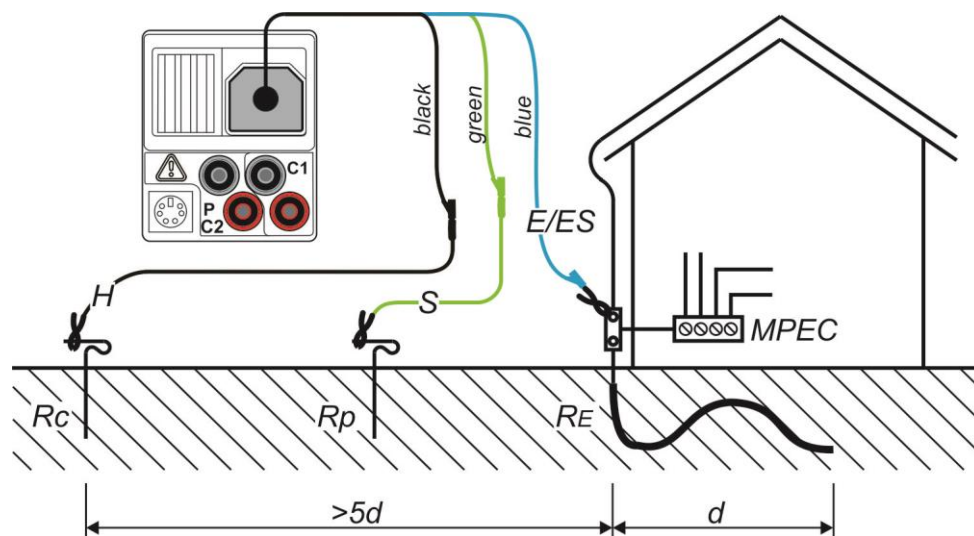

Abbildung 5.33: Erdungswiderstand, Messung der Haupterdung der Anlage
- **Schließen** Sie die Prüfleitungen am Prüfling an (siehe Abbildung 5.33 und 5.34).